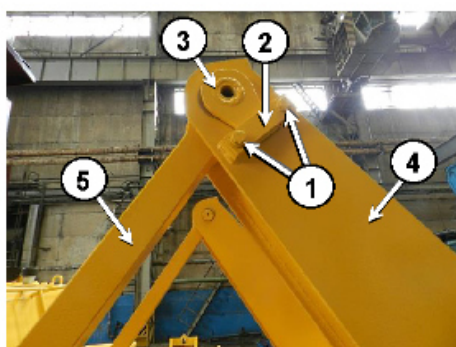

Рисунок 7.24
- болтов **1** (рисунок 7.24) – 129... 176 Н·м (13,2... 18,0 кгс·м).